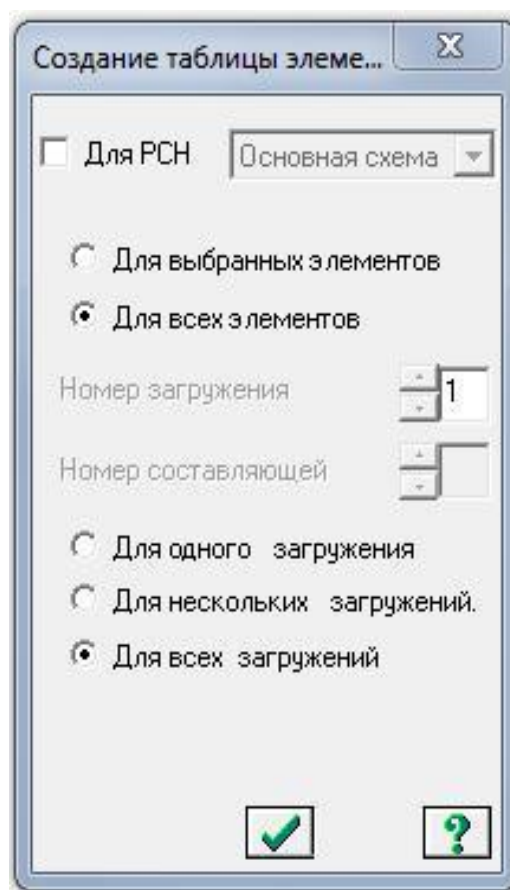

Рис. 3.25. Диалоговое окно Создание таблицы элементов
- ☐ В диалоговом окне Создание таблицы элементов с помощью радиокнопки выберите Для всех загрузений (рис. 3.25).